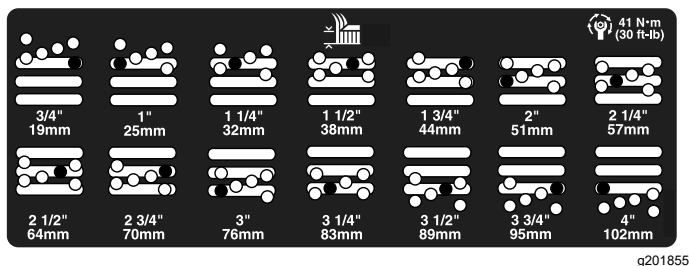

Figura 22
5. Mueva la cámara a la altura deseada e instale un espaciador en el orificio y la ranura de altura de corte deseados (Figura 22)